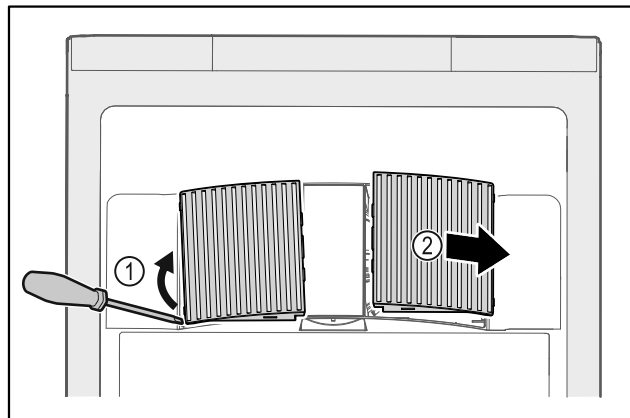

Fig. 58
- ▶ Pokrov ventilatorja previdno dvignite s strani Fig. 58 (1) in ga odstranite v smeri naprej Fig. 58 (2).